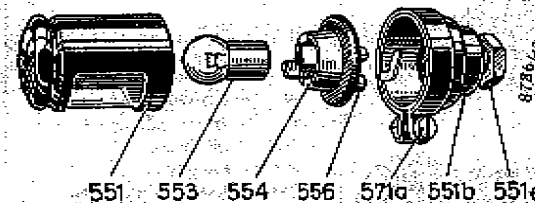
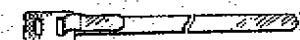

Bild 8.
Bild 13. Kabelhalter
**a) Nummerlaterne JN 5** (Bild 8). Diese Laterne hat zylindrische Form. Sie kann auch als Handlaterne verwendet werden, indem ihre Befestigungsmutter 551 e gelöst und die Laterne aus dem Schlitz des Trägers herausgenommen wird. In diesem Fall muß ein zweiadriges Kabel (Bestellzeichen NKA 30/2x0,75) verwendet werden, das auf seinem Wege vom Scheinwerfer bis zur Nummerlaterne durch Kabelhalter (Bild 13) und an den Stellen, wo es herausgenommen werden soll, durch federnde Klemmen gehalten wird. Um eine größere Bewegungsfreiheit zu erreichen, wird ein längeres Kabel verwendet, das bei Nichtgebrauch in einigen Vorratswindungen am Motorrad untergebracht wird.
Das einadrige Kabel (Bestellzeichen NKA 14/1,5) wird auf seinem Weg vom Scheinwerfer bis zur Nummerlaterne durch Kabelhalter (Bild 13) befestigt.
Um Kurzschlüsse und Störungen zu vermeiden, ist größte Sorgfalt auf das Verlegen der Leitungen und das Anschließen der Kabel zu verwenden. Als Leitungen werden Lackkabel mit einer Kupferlitze von 1,5 mm2 Querschnitt verwendet; sie sind unempfindlich gegen Wasser, Benzin und Öl. Zum Befestigen der einadrigen Kabel am Rahmen des Motorrads dienen Kabelhalter (Bild 13).